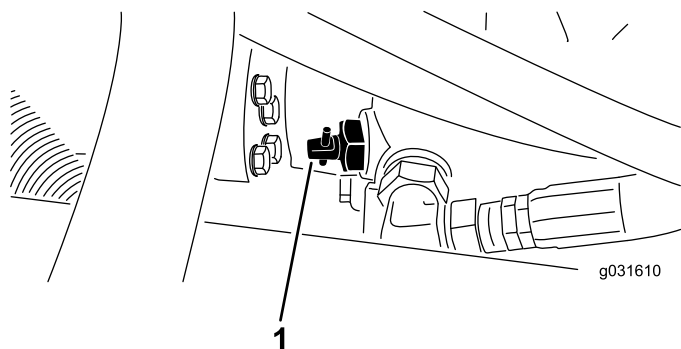

Figure 29
1. Trouvez la vanne de dérivation sur la pompe et tournez-la de 90° (Figure 29).